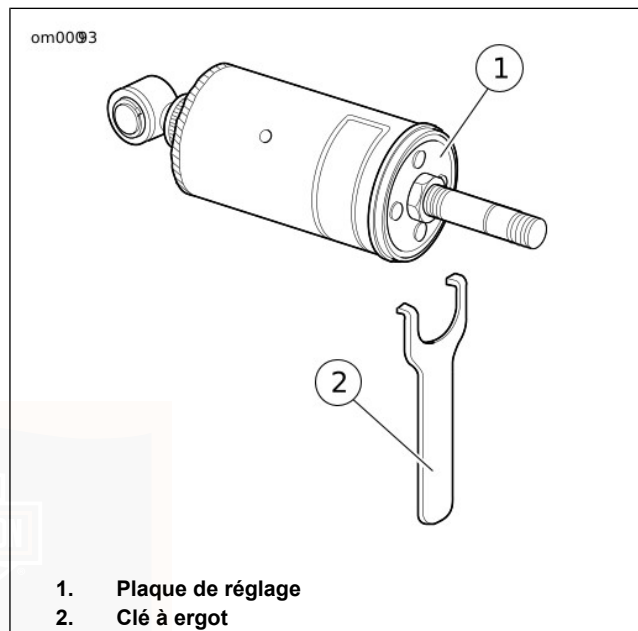

Figure 13. Réglage de l'amortisseur arrière : modèles Softail
2. Voir la Figure 13. Utiliser une clé à ergot (HD-94455-89) pour faire tourner la plaque de réglage du ressort dans la position souhaitée.